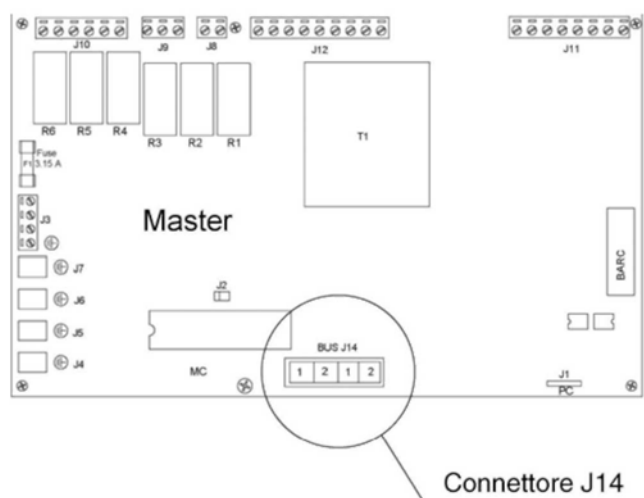

Рис. 25
- Отсоедините 4-х полюсный контакт J14 от Мастер платы (см. рис. 25);